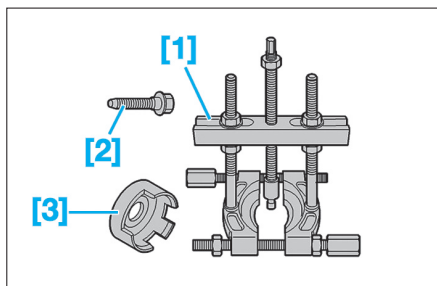

Fig. 28
- [1]. Extracteur FACOM U53 (Fig.28).